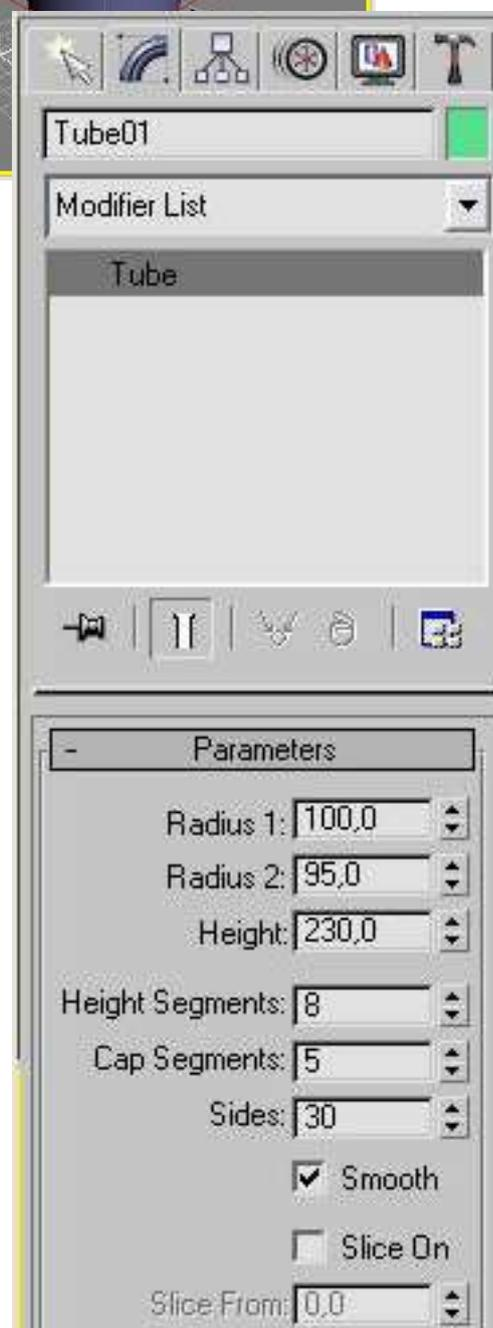

Рис. 3 – Параметры объекта **Tube** (Трубка)
4. Задайте параметры объекта. Для этого перейдите на вкладку **Modify** (**Изменение**) командной панели. Установите следующие параметры: Radius 1 (Радиус 1) – 100, Radius 2 (Радиус 2) – 95. Height (Высота) – 230, Height Segments (Количество сегментов по высоте) – 8, Cap Segments (Количество сегментов в основании) – 5, Sides (Количество сторон) – 30. Чтобы объект принял сглаженную форму, установите флажок **Smooth** (**Сглаживание**), (рис. 3).